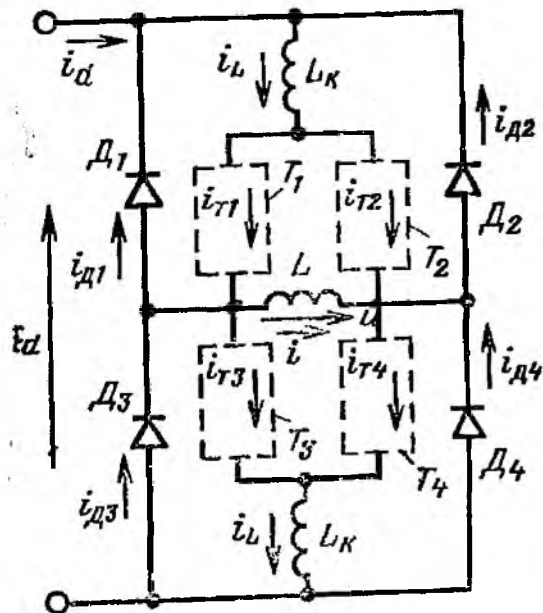

Рис. 16. Схема идеального однофазного мостового инвертора
20. В схеме однофазного мостового инвертора (рис. 16) тиристоры заменены ключами, последовательно соединенными с диодами, коммутирующий конденсатор C_K не используется. Построить кривую напряжения u и кривые токов i_d , i_T , и i_D и найти средние значения токов, если $E_d = 10$ В, $f = 100$ Гц, $L = 1$ мГн и $L_K \approx \infty$. Вентили идеальные, а активные сопротивления реакторов очень малы.